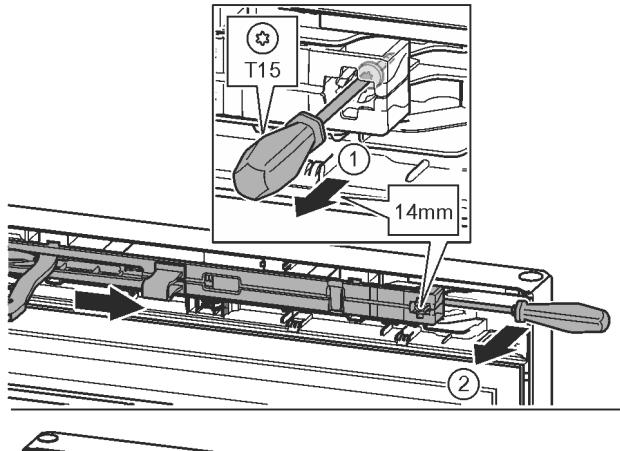

Fig. 10
- ▶ 用 T15 螺丝刀将关门阻尼单元上的螺钉松开约 14 mm。Fig. 10(1)
- ▶ 将螺丝刀移向把手侧关门阻尼单元的背面并将其向前转动。Fig. 10(2)
- ▶ 拉出关门阻尼单元。Fig. 10(3)